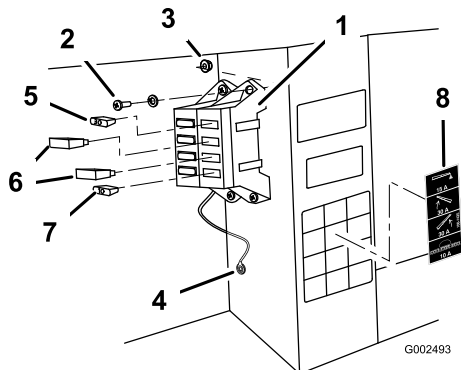

Bild 8
5. Schließen Sie das schwarze Erdkabel mit der Fächerscheibe an die bestehende 1/4 Zoll Schraube innen am Fahrzeugchassis an (Bild 8).
Sicherungsblock am Rahmen ein. Verwenden Sie zwei Schrauben (Nr. 10-24 x 3/4 Zoll) und zwei Sicherungsmuttern (Nr. 10-24), siehe Bild 8.
A. Setzen Sie die 15 Ampere Sicherung in den Sicherungsschlitz des Schaummarkierers ein (Bild 8).
B. Setzen Sie den 30 Ampere Überlastungsschutz (2 Stück) in den linken und rechten Sicherungsschlitz des Spritzgestängehubs ein (Bild 8).
C. Setzen Sie die 10 Ampere Sicherung in den Stromsicherungsschlitz des Sprühsystems ein (Bild 8).